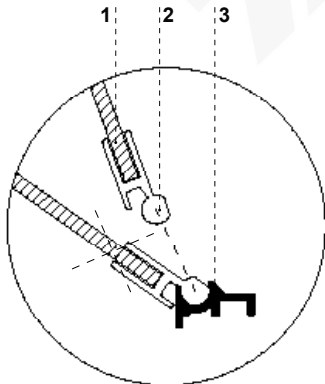

Abb.8 Demontage der Frontscheibe
-  **Die Frontscheibe im Aluprofil kann bei dem Waschen des Anlageinneren nicht frei halb geöffnet werden. Das kann die Scheibe beschädigen und ist aus der garantie ausgeschlossen. Während der Wartung soll die Scheibe mit dem Profil entfernt werden Abb.8 (S.28).**